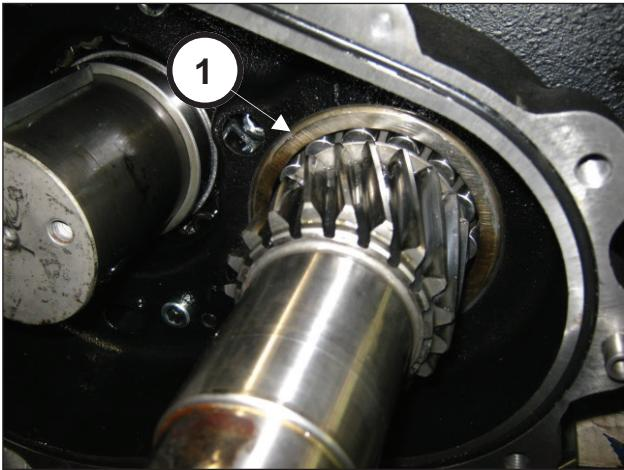

Abb. 78
Positionieren Sie das Lager bis auf Anschlag (Pos. ①, Abb. 78).